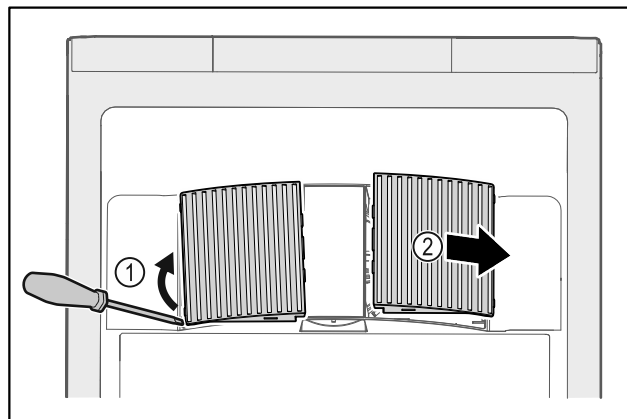

Fig. 144
► Abrir cuidadosamente las cubiertas del ventilador haciendo palanca por un lado Fig. 144 (1) y retirarlas hacia delante Fig. 144 (2).